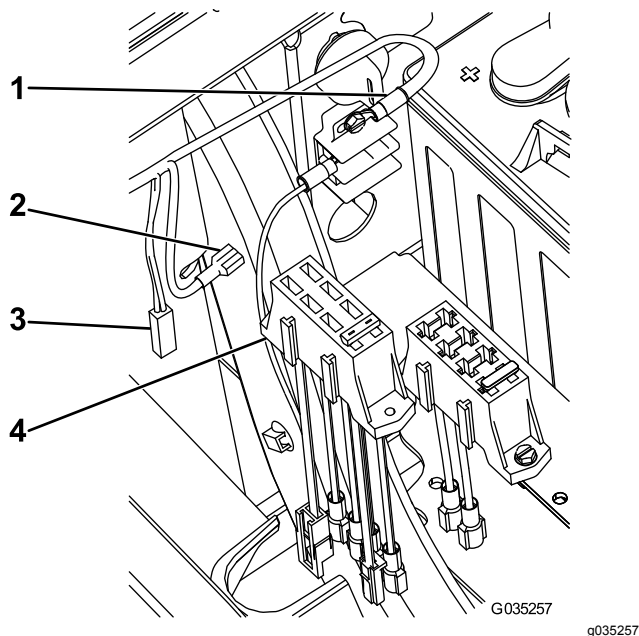

Bild 17
- Rasten Sie den neuen Sicherungsblock am vorhandenen Sicherungsblock an der Maschine ein (), gilt für Maschinen bis zur Seriennummer 403448001 Bild 17.
3. Schließen Sie den großen Anschluss am neuen Sicherungsblock am optionalen Stromkabel am vorhandenen Sicherungsblock an (**Bild 17**).
7. Schließen Sie das verbleibende Kabel an das gesicherte Kabel am neuen Sicherungsblock an (Bild 17).
2. Schließen Sie den großen Anschluss am neuen Sicherungsblock am optionalen Stromkabel am vorhandenen Sicherungsblock an (Bild 17).
6. Schließen Sie das verbleibende Kabel an das gesicherte Kabel am neuen Sicherungsblock an (Bild 17).